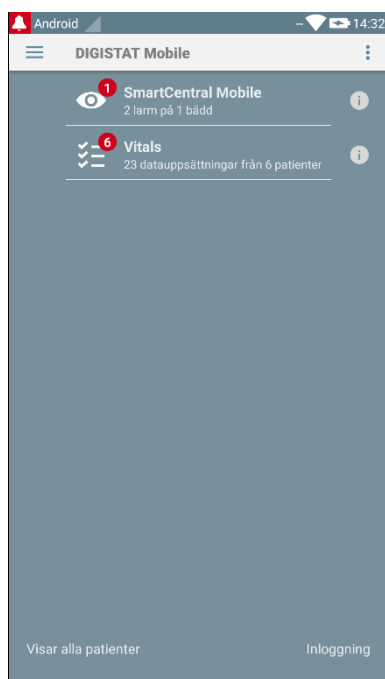

Fig. 78
- Tryck på motsvarande rad på den handhållna enhetens skärmbild (Fig. 78).